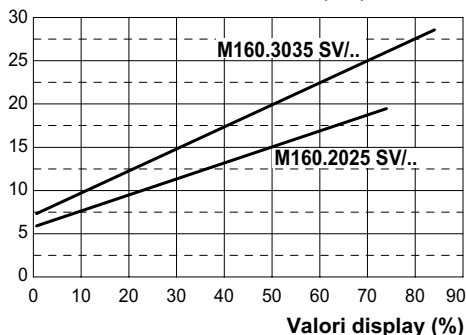
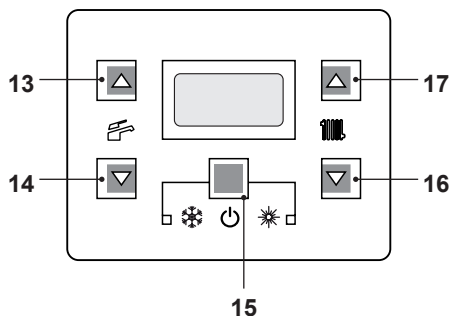
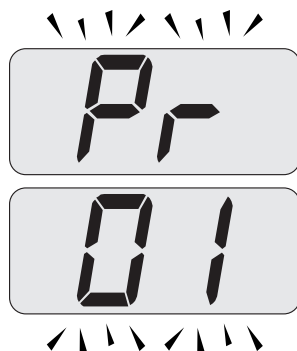

Figura 7.9
Figura 7.12
Figura 7.13
Il grafico in Figura 7.9 rappresenta come varia la potenza utile della caldaia in riscaldamento al variare del valore impostato nella scheda comando.
- Entrare in "modalità programmazione" premendo contemporaneamente per 10 secondi i tasti 15 - 16 - 17 (Figura 7.12) fino a far apparire sul display LCD le lettere **Pr** che si alternano con il codice **01**, indicanti l'entrata nel "parametro 01" (Figura 7.13).
- Premere contemporaneamente i tasti 15 e 17 (Figura 7.12) fino a far apparire sul display LCD il valore del parametro 12 (Figura 7.15) (74=M160.2025 SV/M o 86=M160.3035 SV/M).
- Utilizzando i tasti 16 o 17 (Figura 7.12) è possibile modificare il valore del parametro 12 (riferirsi al grafico Figura 7.9 per determinare il valore corretto in funzione della potenza utile di riscaldamento).
- Premendo il tasto 15 (Figura 7.12) si ottiene la conferma del valore inserito.
- Premendo contemporaneamente i tasti 15 e 16 (Figura 7.12) si esce senza modificare il valore (ritorno alla lista parametri Figura 7.14).
- Premendo contemporaneamente per 10 secondi i tasti 15 - 16 - 17 (Figura 7.12) si esce dalla "modalità programmazione".